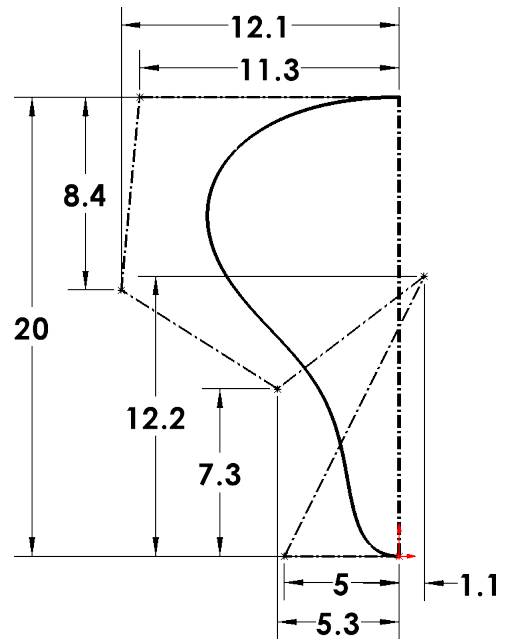

Fig. 6
Step 10. Add dimensions, **Fig. 6**.